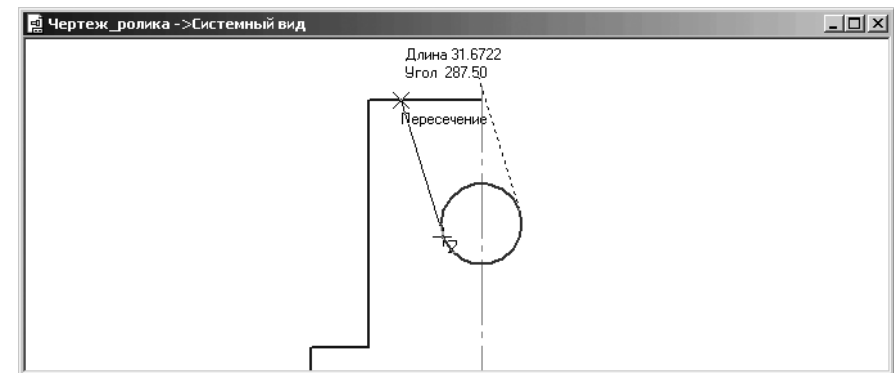

Рис. 4.18. Окно чертежа в процессе построения наклонной линии канавки
- переместите курсор на верхний отрезок части контура ролика появятся два фантома касательных к окружности с углом наклона 287,5 градусов. Это состояние системы показано на рис. 4.18;